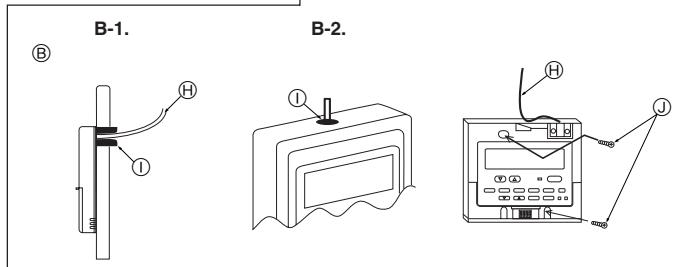

Fig. 7-3
(2) Dicht de opening voor de afstandsbedieningskabel af met stopverf om te voorkomen dat er dauwdruppels, water, kakkerlakken of wormen inkomen. (Fig. 7-3)